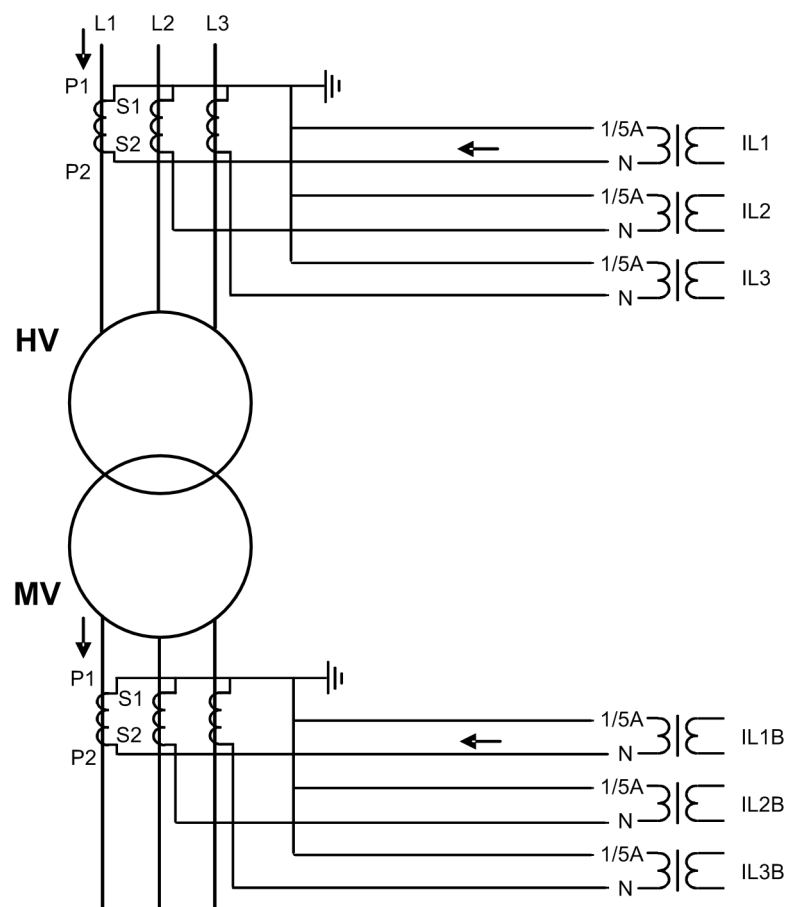
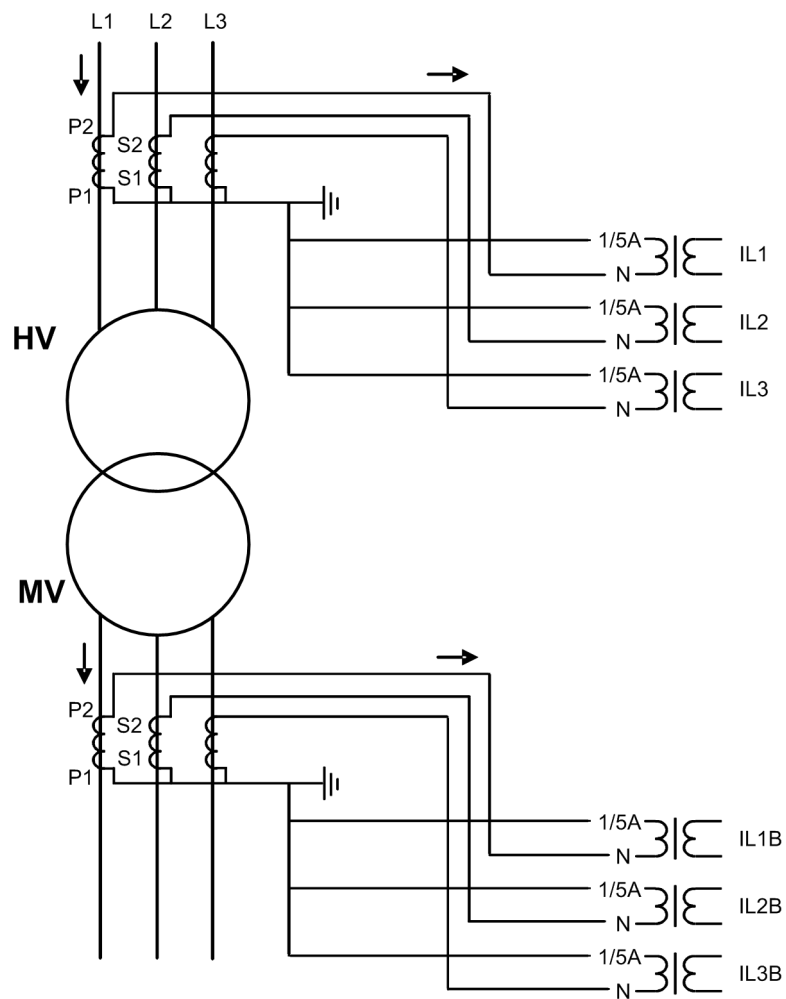

Figure 262: Connexion des transformateurs de courant de Type 2 et exemple des courants pendant un défaut externe
Figure 263: Autre exemple de connexion des transformateurs de courant de Type 2
- Si les directions positives des courants de relais de protection des enroulements 1 et 2 sont identiques, le réglage du paramètre *CT connection type* est « Type 2 ». Des exemples de connexion de « Type 2 » sont présentés à la Figure 262 et à la Figure 263.